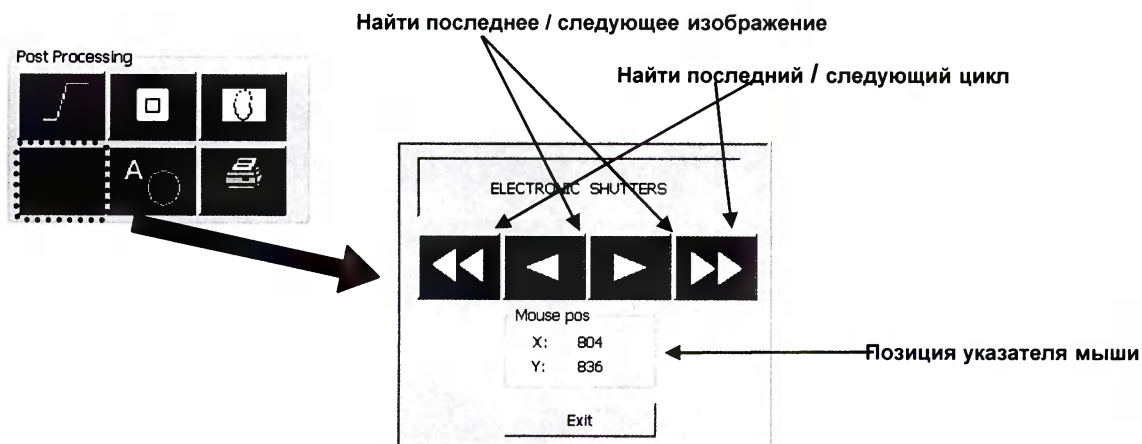

Рисунок 113
9.5.13.5.1 Меню *Электронные шторки* используется для активации электронных шторок (см. рисунок 113).